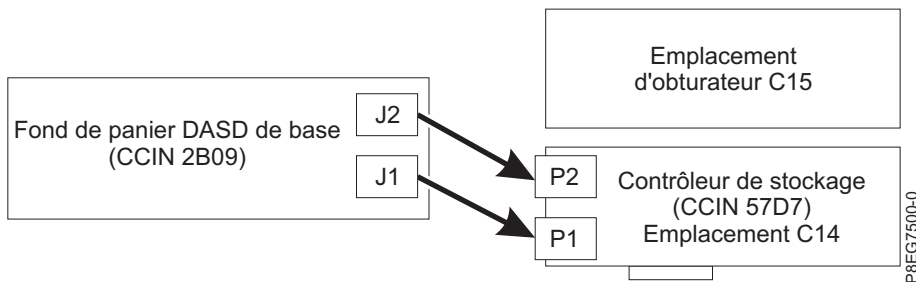

Figure 6. Reconnexion du câble SAS dans une configuration de stockage de base
- Si une carte PCIe3 x8 SAS RAID interne 6 Gb (CCIN 57D7) se trouve dans l'emplacement P1-C14 (dispositif de stockage de base), un câble SAS relie le connecteur de fond de panier d'unité de disque inférieur (J1) au connecteur P1 de la carte. Le deuxième câble SAS relie le connecteur de fond de panier d'unité de disque supérieur (J2) au connecteur P2 de la même carte. Voir figure 6.